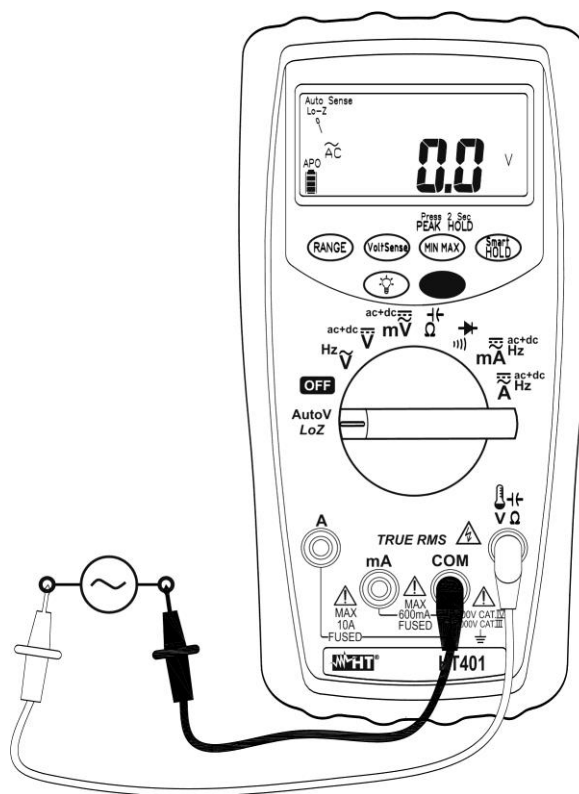

Fig. 4: Medida de Tensión CA con baja impedancia (LoZ)
2. Inserte el cable rojo en el terminal de entrada **VΩ** y el cable negro en el terminal de entrada **COM** (vea Fig. 4)